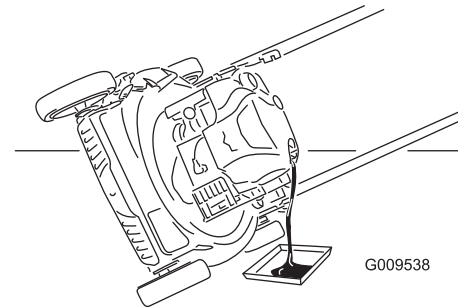

Figura 35
4. Ponga la máquina de lado con el filtro de aire hacia arriba para drenar el aceite usado a través del tubo de llenado de aceite (Figura 35).